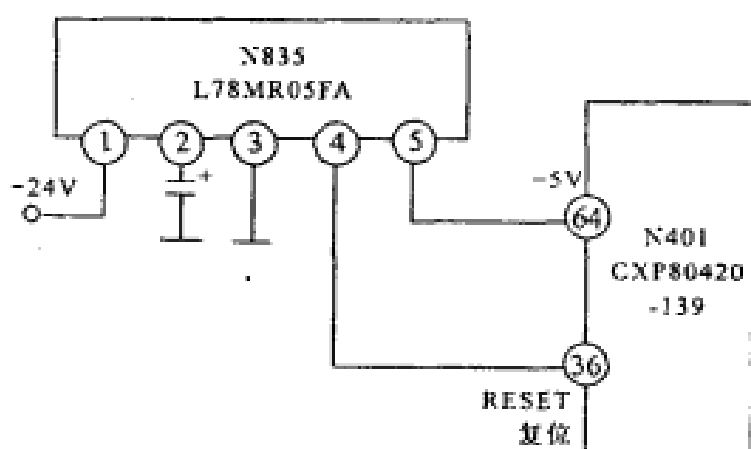

图1
分析检修:由于面板各操作(如CH、VOL)键和遥控器均失灵,故障一般在CPU本身及其供电、复位和振荡电路,有关电路见图1所示。测量CPU N401(CXP80420-139)的+5V端第⑥脚和RESET端第③脚电压均为零,由于第⑥脚、第③脚电压分别由五端稳压器N835(L78MR05FA)第⑤、④脚供给,怀疑N835损坏。测量N835第①脚有+24V输入,但第④、⑤脚无输出,证明N835损坏。换新后,故障排除。